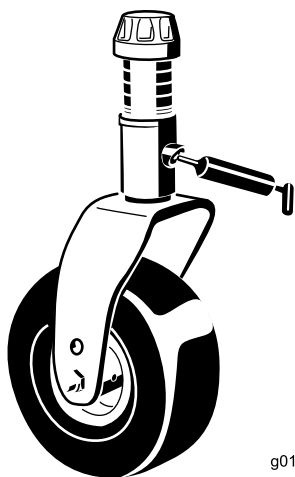

Figure 62
- Bagues d'axe de fourche de roue pivotante (2) (Figure 62)